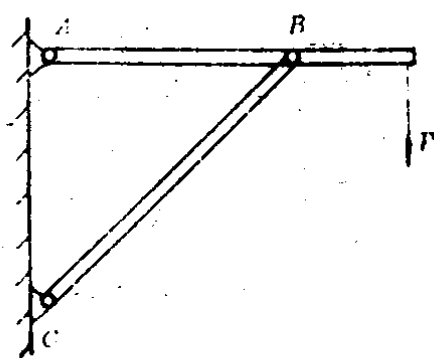
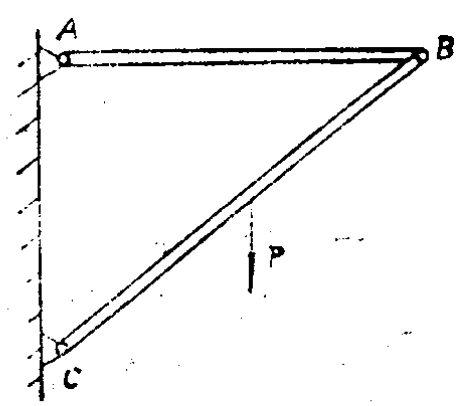

图 1-27
图 1-29
10. 试画出图 1-27 至图 1-29 中杆AB、BC及销钉B的受力图。各杆自重不计。